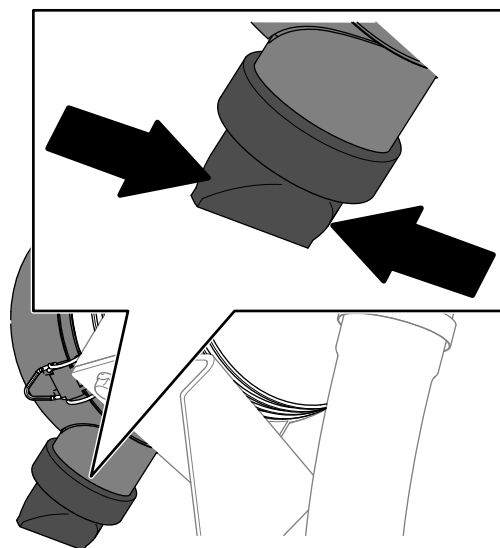

Figura 114
5. Apriete la válvula de expulsión de polvo (Figura 114).